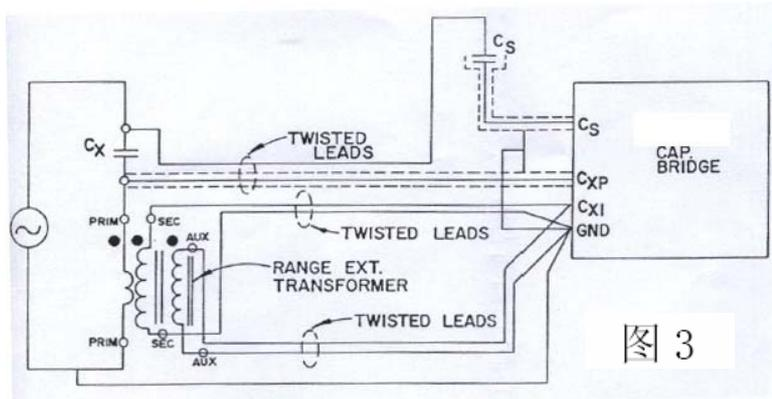

图 3
- ① 设置 C_s 的电容量为 C_s (1000pF or 100pF)
- ② 设置测量方式为：4T
- ③ 按照图 3 进行接线。
- ④ 打开电源开关。
- ⑤ 打开电源开关。
- ⑥ 按照 3-4-(b) 步骤进行调节。
- ① 按图画进行接线。
- ② 按照表 3-2 选择合适的比例。
- ③ 为使互感器的影响减到最小，推荐按图 3 接线，并采用绞线或同轴电缆。
- ④ 设置量程扩展器的比例和测试方式为 4T，或通过设置引线电阻的方式来消除测量引线带来的误差，此时可以将取消‘Cxp’的连接电缆即可。*一般被测电容不大于 10 μ F 以上的，测量引线电阻引入的误差不会对测量数据影响很大。所以此时建议按 3 端法进行测量。*
- ⑤ 打开电源开关
- ⑥ 施加试验电压。（在不知道的时候可以稍加一点电压）。
- ⑦ 电桥进入自动平衡过程。